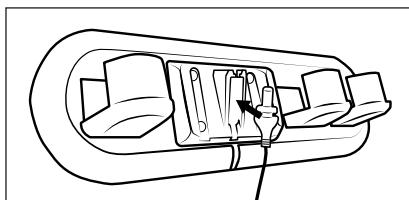

Abb. 4
- 1) Nehmen Sie die Wandhalterung 17 aus der Zubehörhalterung 16. Setzen Sie den Hohlstecker 10 des Netzadapters 9 in die Wandhalterung 17 ein (siehe Abb. 4). Fixieren Sie den Hohlstecker 10, indem Sie ihn drehen.